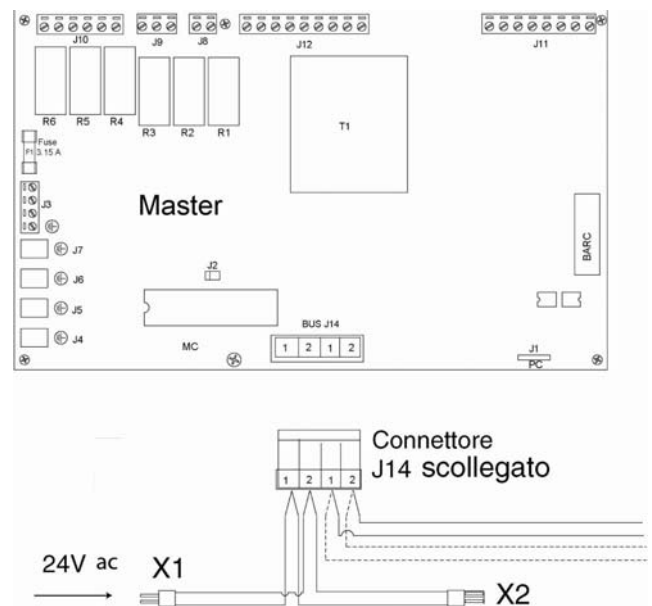

Figura 24
d. Il terminale X1 o il terminale X2 che fanno parte del cablaggio del connettore J14 scollegato nel primo passo di questa procedura, deve essere collegato ad un'alimentazione di 24 V ac (vedi Figura 24).